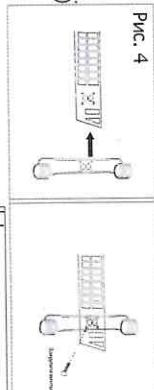

Рис. 4
- 5.3. НАПОЛНЬЯ УСТАНОВКА (рис. 4)